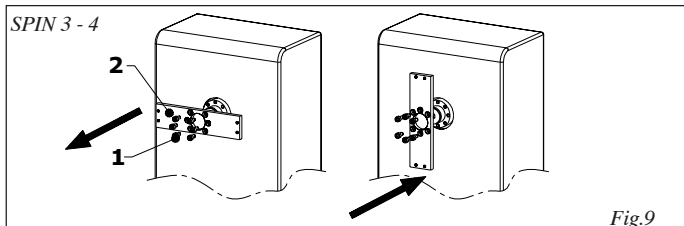

Fig.9
- Quitar los tornillos que fijan el plato porta-barra, ref.1 fig.9 y 10.
- Girar el plato porta-barra, ref.2 fig.9 y 10, de 90°